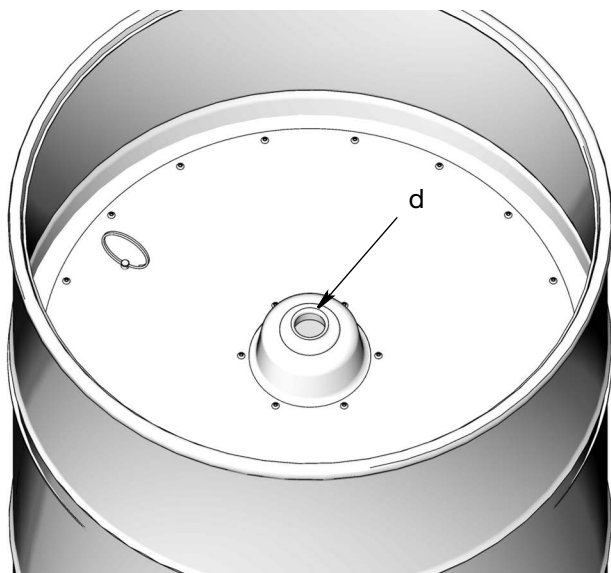

図 8
6. 新しいグリースの上にフォロープレートを置きます (図 8)。グリースレベルがフォロープレート中間の穴とぴったり重なるまで、フォロープレート (d) をグリースレベルまで押しつけて空気を逃します。